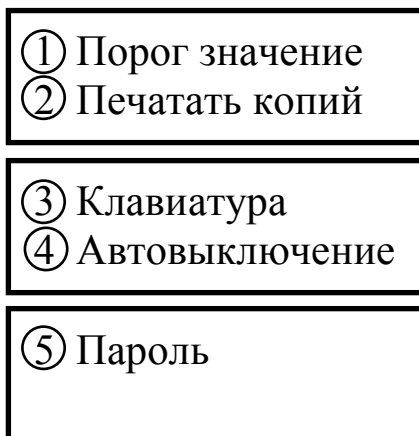

Рисунок 6 – Меню «Установки пользователя»
2.4.2 Для входа в меню **«Установки пользователя»** войдите в главное меню анализатора согласно 2.3.2, выберите пункт **«Устан»**, используя кнопки перемещения влево/вправо, и нажмите кнопку ввода. На дисплее появится меню из 5-ти пунктов (рисунок 6).